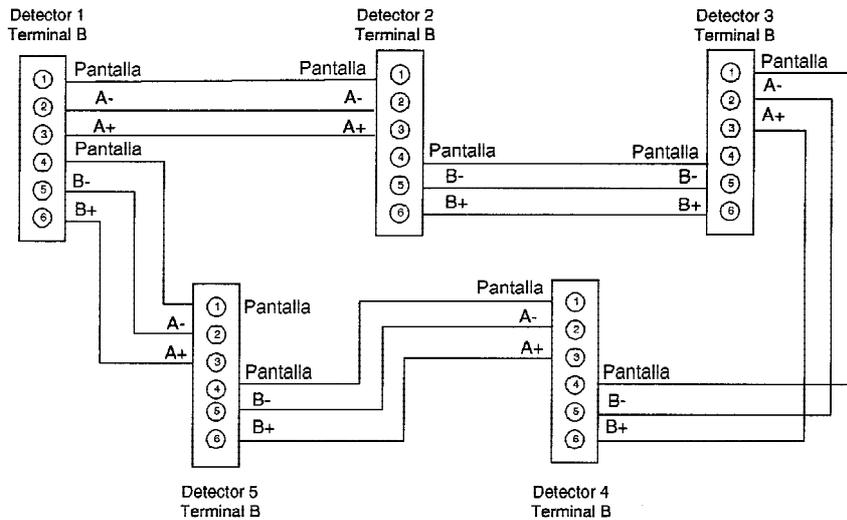

Figura 11, Detalles de cableado para la red VESDAnet
- Conectar los cables VESDAnet como se indica en la Figura 11. Este diagrama es únicamente un ejemplo para cinco detectores. El método es similar para dos o más detectores.